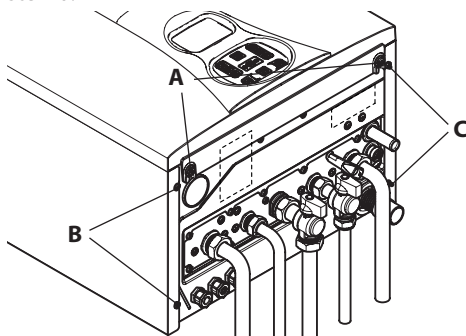
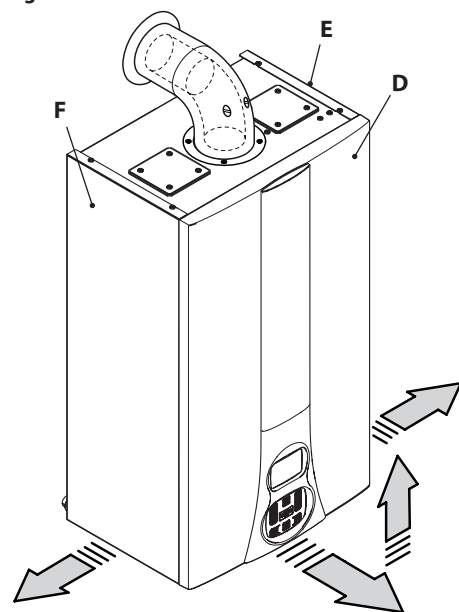

Figura 9.6
Figura 9.7
verso l'alto in modo da liberarlo dalle sedi superiori (Figura 9.6 e Figura 9.7).
Allentare le viti **B** e **C** in Figura 9.6 e togliere i due pannelli laterali **E** ed **F** tirandoli verso l'esterno.
- Bloccare il pannello frontale **D** con le apposite viti **A** (Figura 9.6).